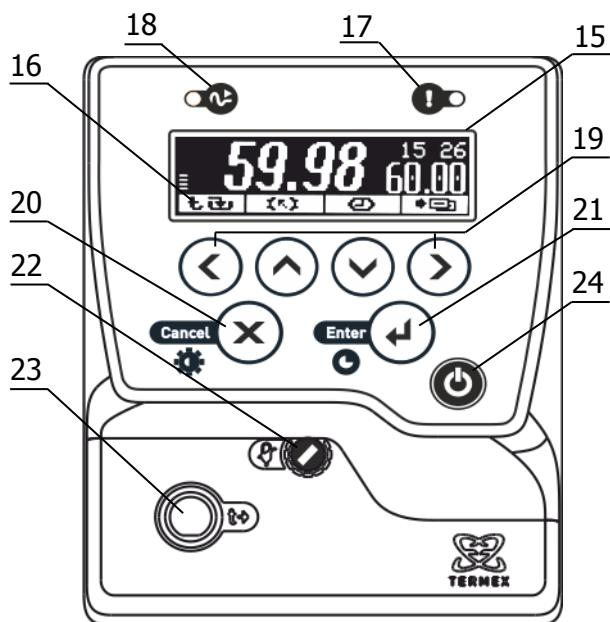

Рисунок 2 – Лицевая панель
Система безопасности блока регулирования отключает двигатель насоса и нагреватель при срабатывании хотя бы одной из защит или неисправности датчика температуры (1.2.13). При срабатывании системы безопасности раздается звуковой сигнал, загорается индикатор 17 (рисунок 2) и на дисплей 15 выводится информация о причине неисправности.
2.3.1 После подключения сетевого кабеля к электрической сети блок регулирования переходит в режим ожидания. Подключение сопровождается кратковременной подсветкой дисплея 15 (рисунок 2).
2.3.6 Для регулировки яркости подсветки или контраста дисплея нажать кнопку 20 (X), выбрать изменяемый параметр кнопками (▲) и (▼) и установить его значение кнопками (◀) и (▶). Зафиксировать изменение нажатием кнопки 21 (↔) (рисунок 2).
2.5.6 Для выбора уставки в качестве текущей кнопками (\blacktriangle) и (\blacktriangledown) подвести к ней указатель. Значение отмеченной уставки дублируется крупными цифрами в правой части дисплея. Для подтверждения выбора отмеченной уставки нажать кнопку 21 (\leftarrow). Для отмены выбора нажать кнопку 20 (\times) (рисунок 2).
2.5.7 Для изменения численного значения отмеченной указателем уставки нажать кнопку (\blacktriangleright). На рамке, обрамляющей значение уставки в правой части дисплея, появятся “засечки”, указывающие на изменяемую позицию в численном значении. Цифра в отмеченной позиции мигает. Нажатиями кнопок (\blacktriangle) и (\blacktriangledown) установить требуемую цифру в отмеченной позиции. Если удерживать кнопку нажатой, значение уставки будет изменяться непрерывно. Нажатиями кнопок (\blacktriangleleft) и (\blacktriangleright) переместить отметку изменяемой позиции. Дискретность изменения значения уставки зависит от положения изменяемой позиции: если отмечена позиция десятков, то при единичном нажатии кнопки (\blacktriangle) или (\blacktriangledown) значение уставки изменится на 10 °C. Если отмечена позиция десятых долей, то значение уставки изменится на 0.1 °C соответственно. Закончить ввод нового значения уставки нажатием кнопки 21 (\leftarrow). Для возврата к значению уставки до ее изменения нажать кнопку 20 (\times) (рисунок 2).
2.6.3 При срабатывании защиты раздается звуковой сигнал и загорается красный индикатор срабатывания системы безопасности 17 (рисунок 2). Работа насоса и нагревателя будет блокирована. На дисплее отобразится текущее состояние системы защиты.
2.6.5 После устранения причины срабатывания защиты или ее отключения кнопкой (►) индикатор 17 (рисунок 2) погаснет. Перевести блок регулирования в рабочий режим нажатием кнопки 21 (↔).